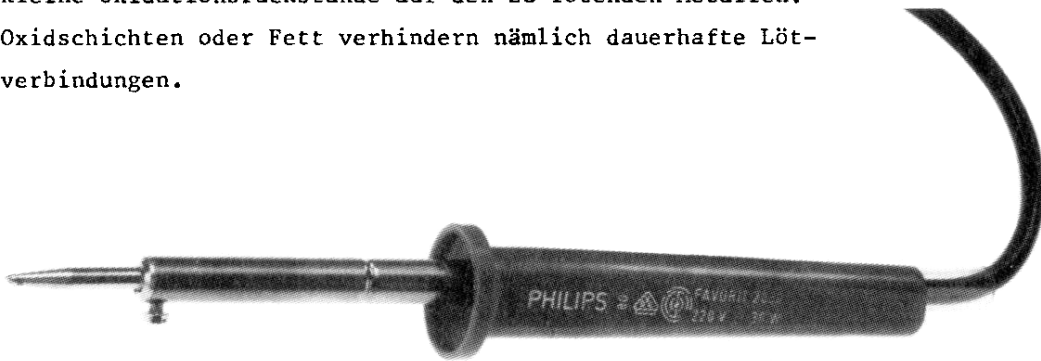

Abb. 1
- wie früher - über einer offenen Flamme erhitzt (Abb. 1).